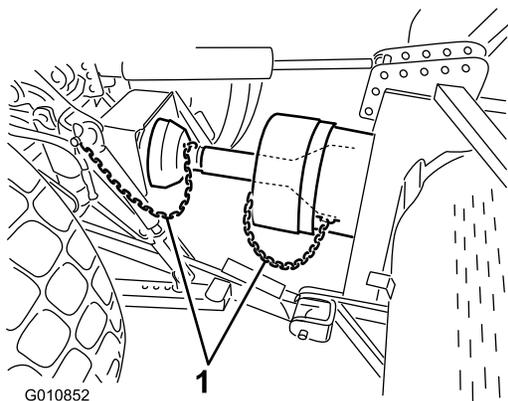

图22
6. 将护罩安全链连接到 PTO 护罩和牵引车支架 (图22)。确保打孔机在升起或降下时安全链保持松弛状态。